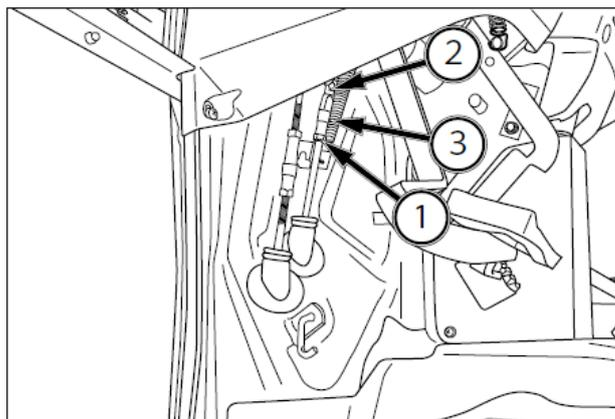

FIG. 230
FIG. 230: Para ajustar el recorrido del pedal de acoplamiento, afloje las tuercas de bloqueo (1) (rosca derecha) y (2) (rosca izquierda). Gire el tensor (3) de la varilla para obtener el recorrido correcto. El alargamiento de la varilla aumenta el recorrido, y su acortamiento lo reduce.